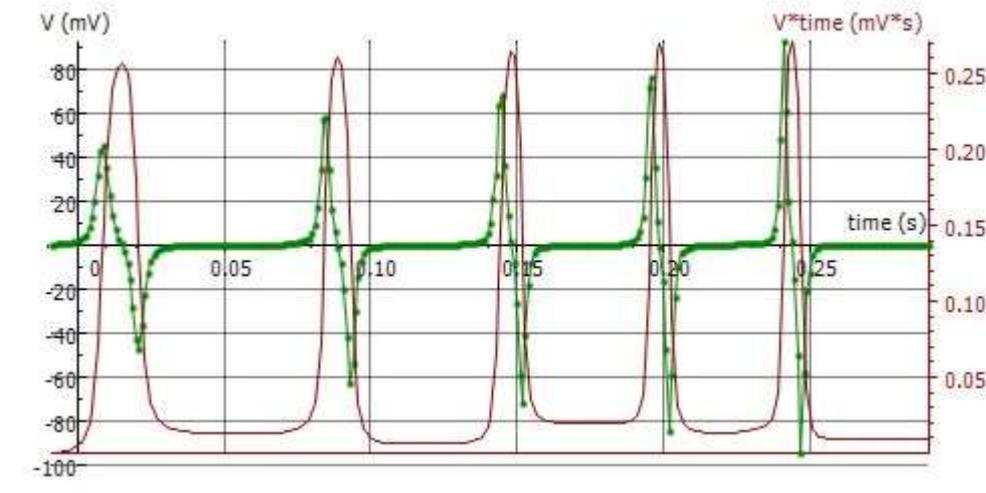

Fig. 3: Curvas en el tiempo de la tensión U inducida y del flujo magnético Φ
En la ventana «Integral» del diagrama se muestra la variable «V*t» en la unidad «mV*s» (curva violeta de la Fig. 3). Esta corresponde al flujo magnético Φ según la ecuación (2).
El flujo magnético asume su valor mayor si la tensión inducida llega a cero (Fig. 3); es decir, el imán ha llegado al centro de la bobina. El área de debajo de todas las señales positivas y negativas permanece igual en términos de su valor absoluto (véase más arriba). Estas corresponden al flujo magnético Φ máximo del imán permanente en el interior de una sola bobina. Por esto, el flujo magnético máximo, dentro del marco de la precisión de medida, llega en todas las bobinas al mismo valor de $\Phi_{\max} \approx 250 \mu\text{Vs}$.